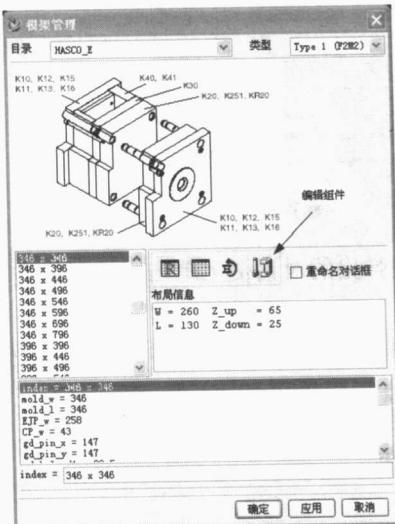

图 1-29 模架管理对话框
③ 单击工具栏“模架”按钮，然后在模架管理对话框上单击“编辑组件”按钮，如图 1-29 所示。